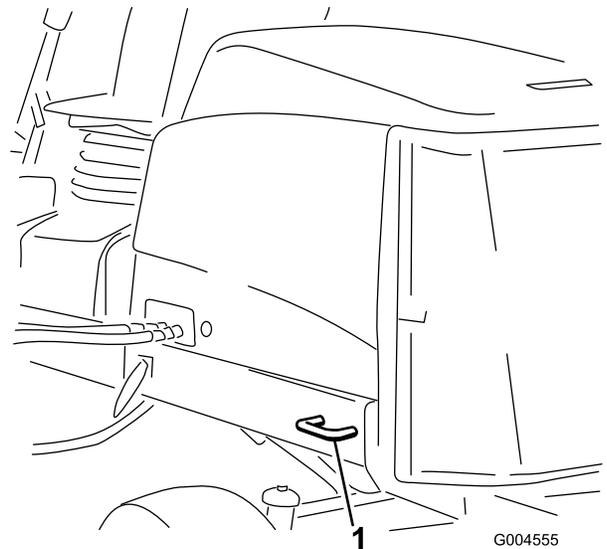

Figura 47
- Detrás – en cada lado de la máquina, en el bastidor trasero (Figura 47).